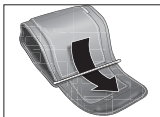
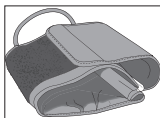

Fig. 1
Fig. 2
2. Manteniendo las palabras en el interior del brazaletes, pase el extremo del brazaletes a través de la barra de metal, Fig. 1. El extremo del brazaletes debe poder doblarse sobre sí mismo para asegurarlo mediante el cierre de gancho y bucle, Fig. 2